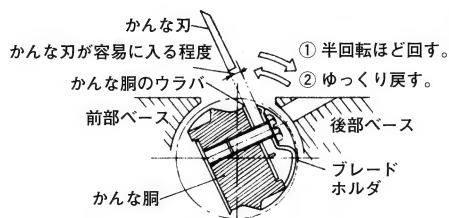

図 27
(4) かなな刃を取付ける
かなな胴を図 27 の矢印①の方向に半回転ほど回し、次に矢印②の方向にゆっくり回して、かなな胴のウラバとブレードホルダとの間にすき間をあけます。